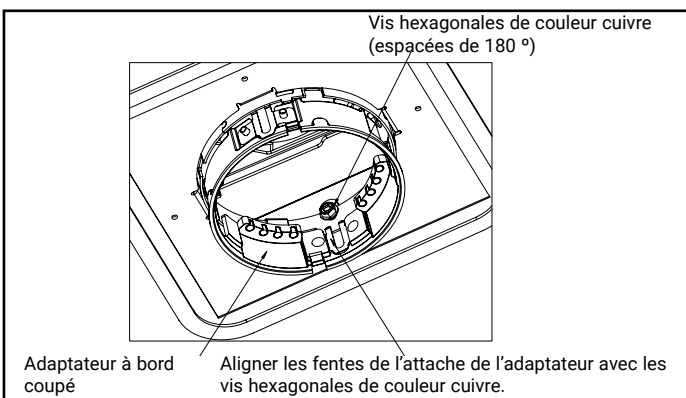

Figure 2.
5. Tome el nuevo adaptador de moldura con borde afilado y alinee las ranuras de los clips del adaptador con el collar (ver la Fig. 2).